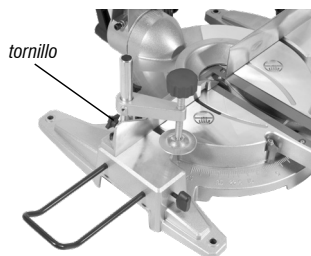

Fig. 3 – Instalando la barra de fijación de la pieza
- a. Suelte el tornillo (fig. 3);